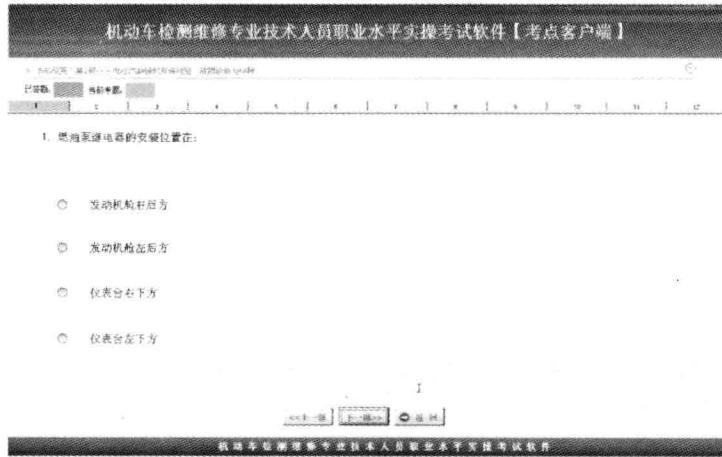

图1-9 考试答题界面
(6) 答题。考生选择其中的一道试题，点击“答题”按钮或双击选中的试题，进入考试答题界面，如图1-9所示。